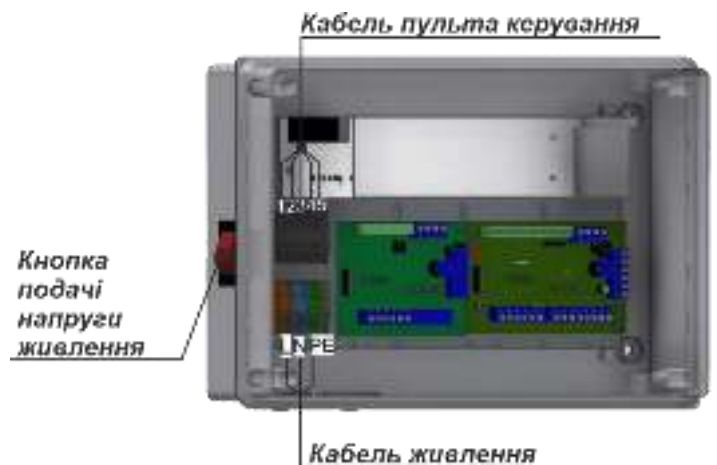

Рис.15– Блок електронного керування – підключення турнікету
6) Підключення турнікету (див.рисунок 15):